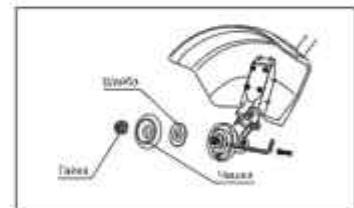

Рис. 5
- Совместите отверстия в чашке редуктора и фланцевой шайбе. Вставьте металлический стопорный стержень или шестигранный ключ из комплекта поставки в отверстия чашки редуктора и фланцевой шайбы. Вращая пайку по часовой стрелке, снимите ее, а также чашку и шайбу со шпинделя редуктора (рис. 5).